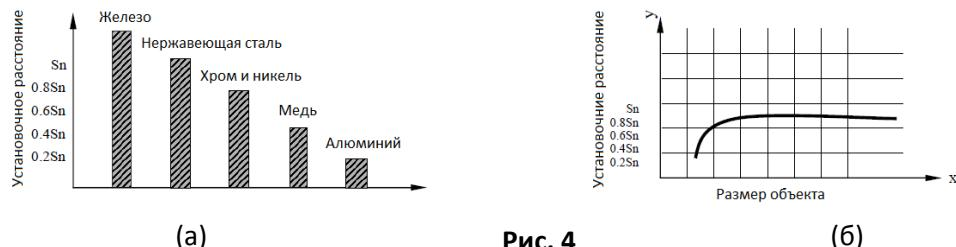

Рис. 4
- Установочное расстояние варьируется в зависимости от исследуемого объекта (железо, нержавеющая сталь, хром, никель, медь и алюминий) (Рис.4а)